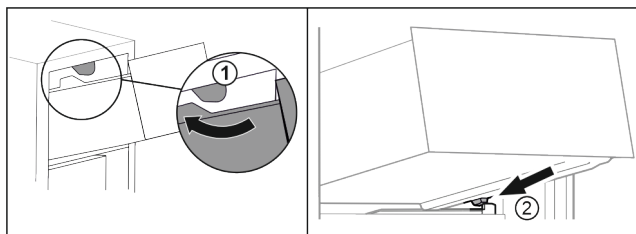

Fig. 21
- ▶ Ved'te zásuvku podél horních zarážek Fig. 21 (1).
- ▶ Nasad'te zásuvku šikmo za dolní zarážky na žebrování na nádoby Fig. 21 (2).